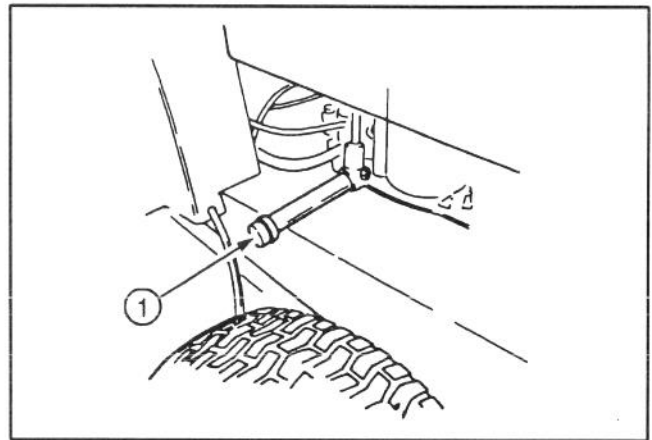

Figure 15
- Couper le moteur et placer un récipient sous le bouchon de vidange (Fig. 15). Déposer le bouchon de vidange et laisser l'huile s'écouler dans le récipient. Reposer le bouchon de vidange lorsque toute l'huile s'est écoulée.